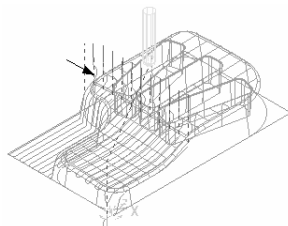

图 2-44 右水平圆弧
- **【右水平圆弧】**: 与水平圆弧相同, 区别是该水平圆弧位于沿切削路径方向的右边, 如图 2-44 所示。